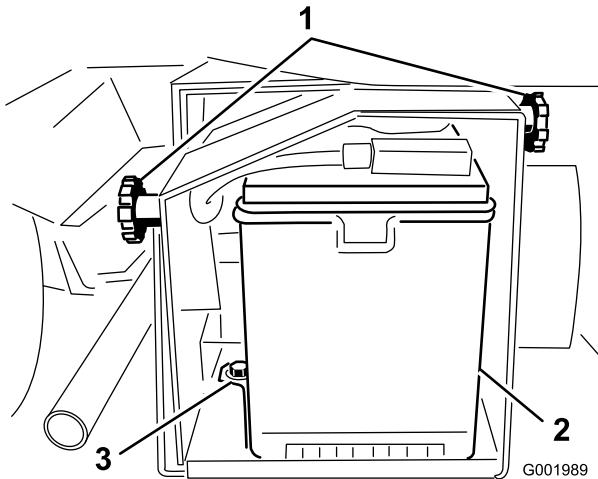

図 52
2. バッテリー・ボックスのノブ(図 52)をゆるめ、カバーを外す。
5. バッテリー・リテーナと固定金具を外す(図 52)。
2. バッテリー押さえを元通りに取り付ける(図 52)。
4. バッテリーカバーを元どおりに取り付けノブで固定する(図 52)。
1. バッテリー・ボックスのノブ(図 52)をゆるめ、カバーを外す。